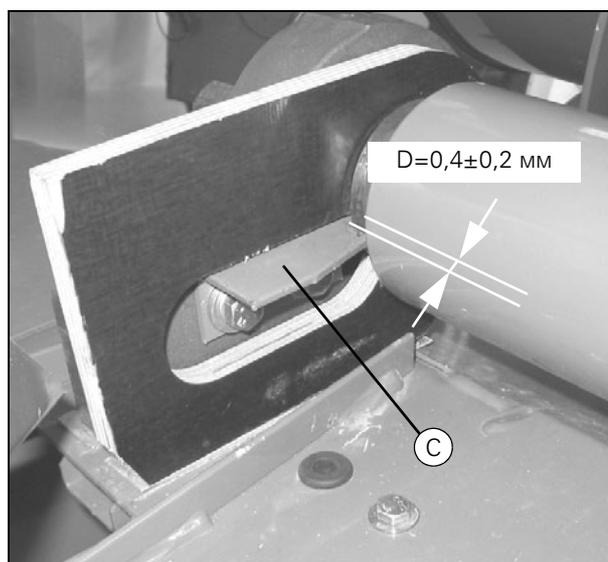

Рисунок 78
- Отрегулируйте высоту путем установки прокладок под кронштейн так, чтобы отклонение составляло  $\pm 1$  мм (X).
- Отрегулируйте длину путем перемещения корпуса подшипника по пазам так, чтобы отклонение составляло  $\pm 1$  мм (Y).
- Закрепите подшипниковые кронштейны. При помощи стержня диаметром 8 мм проверьте, что отверстие для направляющего штифта в днище жатки совпадает с отверстием (G) в кронштейне. Если отверстия совпадают, забейте направляющий штифт.
- Снова установите кронштейн и отрегулируйте его положение. Просверлите отверстие  $\text{Ø} 8$  мм под направляющий штифт в днище жатки через отверстие (G) кронштейна.
- Отрегулируйте скребки (D) так, чтобы расстояние (D) от ролика составляло  $0,4 \pm 0,2$  мм (Рис. 78).